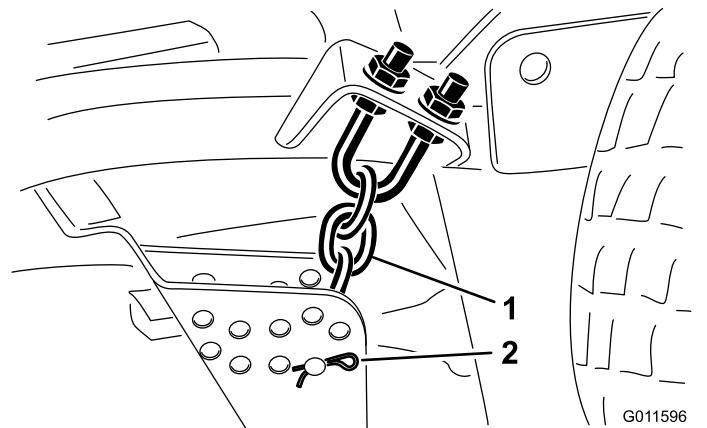

Figure 22
9. Enlevez la goupille fendue et l'axe de chape qui fixent les chaînes de hauteur de coupe à l'arrière de l'unité de coupe (Figure 22).